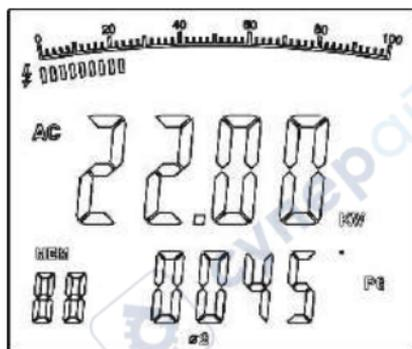

Рис. 9
2. После завершения измерения мощности 1-й фазы нажать **SEL**, чтобы выбрать  $\Phi 2$ . На двухуровневом экране отображается значение активной мощности кВт и угла фазы PG второй фазы 2, как показано на рис. 9